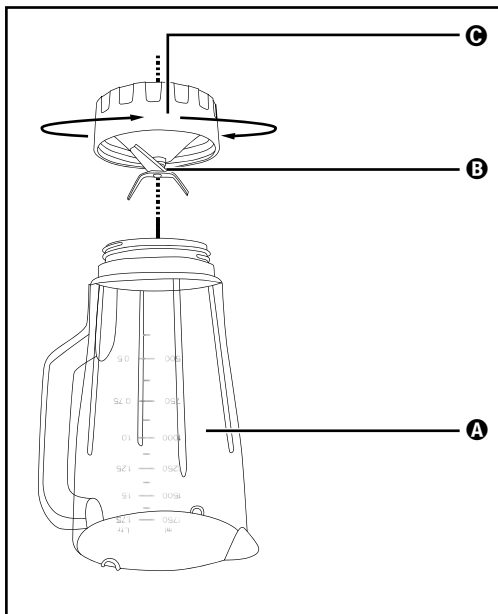

Abb. 3
- 2) Stellen Sie das Gerät auf den Kopf und drehen Sie das untere Plastikteil **C** des Mixaufsatzes **3** gegen den Uhrzeigersinn, so dass es sich vom oberen Plastikteil **A** des Mixaufsatzes **3** lösen lässt (siehe Abb. 3).